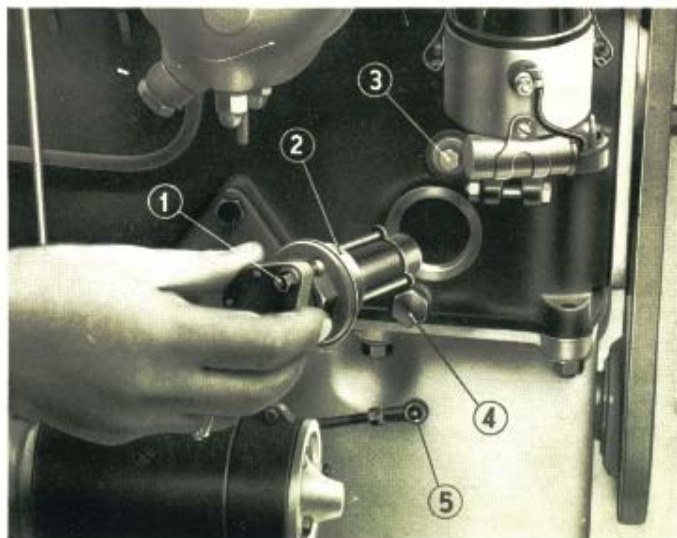

Fig. 22. Smontaggio del filtro a lamelle.
Sul lato destro del blocco cilindri, immediatamente sotto lo spinterogeno, è incorporato, in posizione orizzontale, il filtro autopulitore a lamelle (2) (ved. fig. 22).
Ogni 2000 km. di percorso della vettura è bene far compiere al filtro, col motore avviato, una rotazione a mano di almeno due giri e scaricare le impurità svitando l'apposito tappo (4) situato immediatamente sotto il filtro stesso (vedere fig. 22).